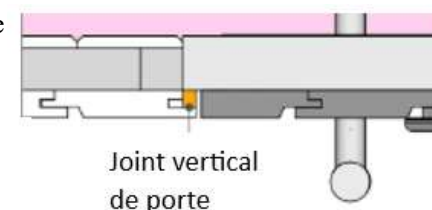

Fig. 8b-Rail horizontal
- Positionnez le 4^{ème} rail au-dessus des panneaux. Percez le rail si besoin à l'endroit du passage des câbles électriques. Fixez le rail à l'aide des vis de 50mm fournies (Fig.8b).